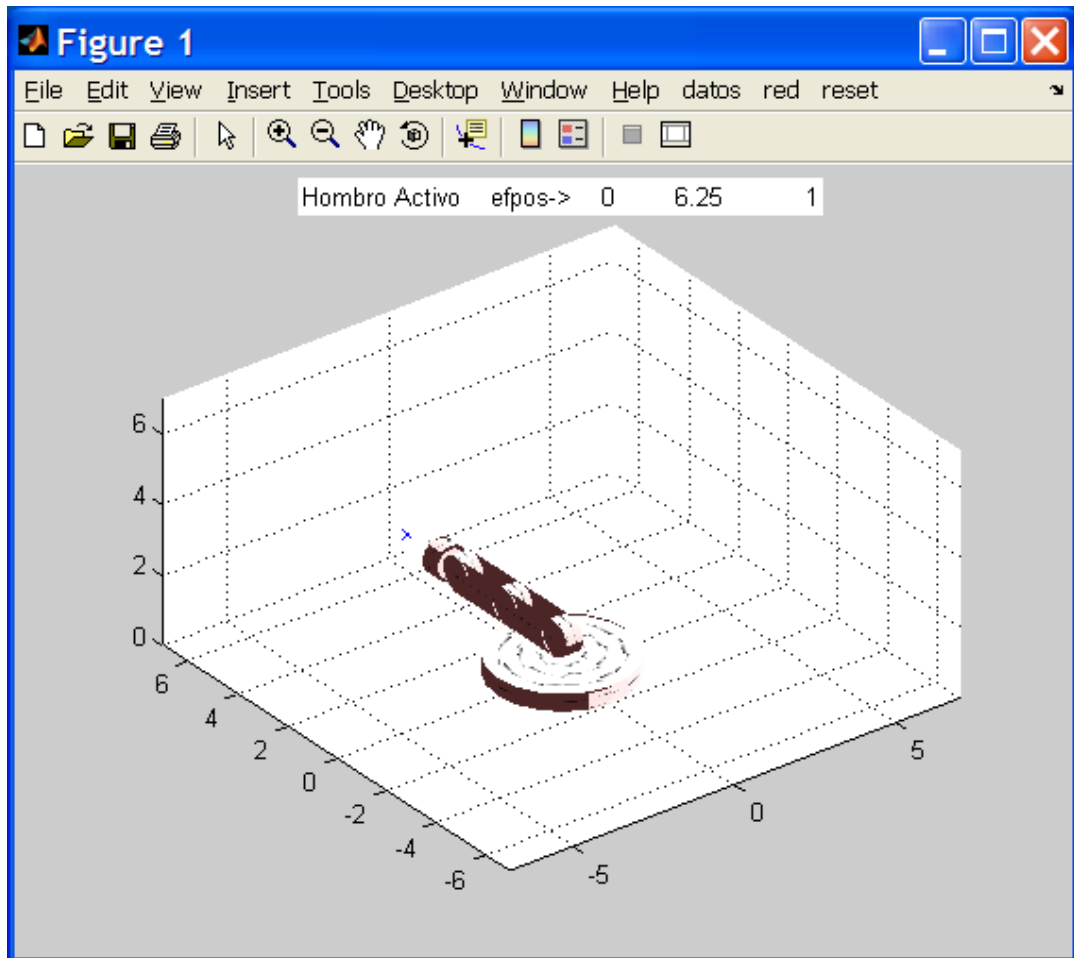

Figura 2. Vista de la ventana del modelo.
El brazo esta simulado en Matlab. Para utilizar el modelo basta escribir en la línea de comandos de Matlab: *brazo*, y se abrirá una ventana como la de la figura 2. A esta ventana se le han añadido algunos menús desplegables que permiten trabajar más fácilmente con el robot. El uso de dichos menús, así como la forma de mover el robot, se describe a continuación:
2. Uso de la barra de herramientas. A la barra de herramientas (Figura 2, menú barra superior) se le han añadido tres entradas nuevas: 'datos', 'red' y 'reset datos'. Cada vez que se pulsa una de las flechas, el modelo guarda en una variable interna, denominada *datos*, el valor de la articulación rotada, así como la nueva posición del extremo del efector (pinza del robot). La variable *datos* es una estructura con dos matrices de datos:
Encima del gráfico del robot, en la figura 2, puede verse una leyenda en la que se indica la articulación actualmente activa del brazo y la posición actual de la pinza (x,y,z).